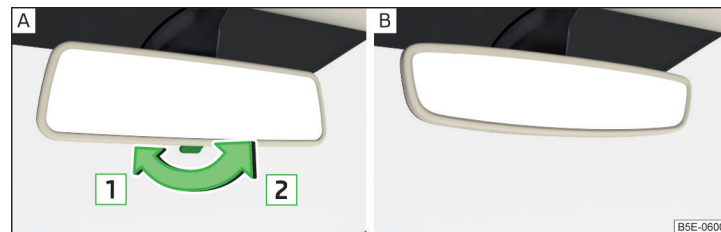

Fig. 58 Oglinda interioară: cu efect heliomat manual/cu efect heliomat automat - varianta 1
**Oglindă cu efect heliomatic manual » fig. 58 - [A]**
Efectul heliomatic al oglinzii » fig. 58 - [B] este comandat automat după pornirea motorului.